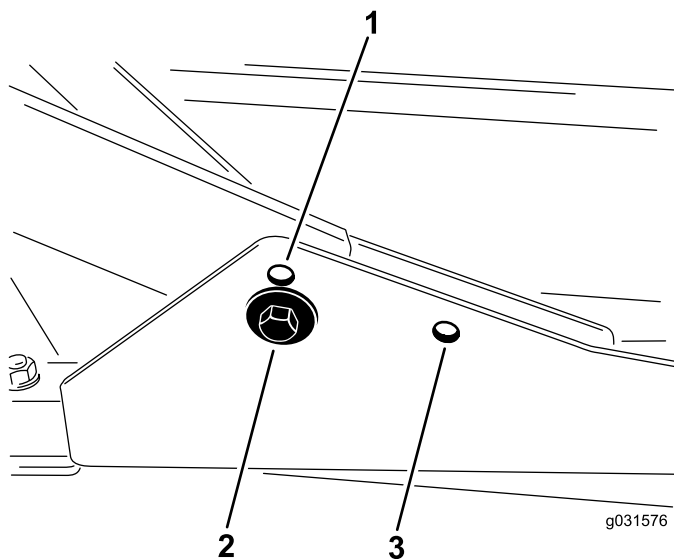

Figura 17
1. Para alturas de corte en el intervalo de 2 a 7,6 cm, los bastidores de tiro delanteros deben montarse en los taladros de montaje delanteros inferiores (Figura 17).
2. Para alturas de corte en el intervalo de 6,3 a 10 cm, los bastidores de tiro delanteros deben montarse en los taladros de montaje delanteros superiores (Figura 17).
Para todas las alturas de corte, la unidad de corte trasera debe montarse en los taladros de montaje traseros (Figura 17).